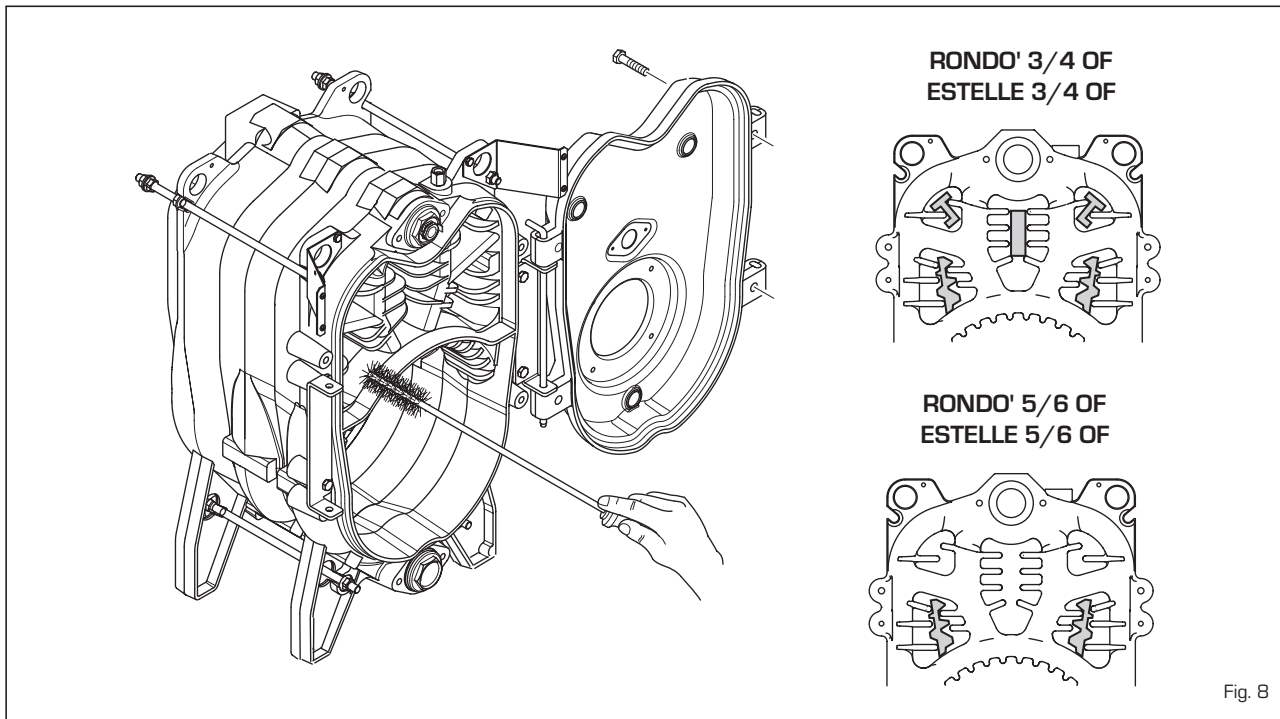

Fig. 8
3.3.1 Lado humos caldera (fig. 8)